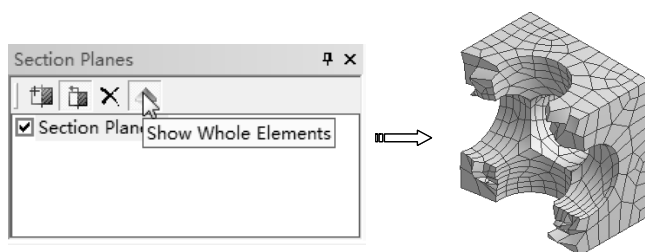

图 3-109 显示整个网格
2) 在【Section Planes】窗口中单击【Show Whole Elements】按钮, 图形区显示出剖切面处的整个网格, 如图 3-109 所示。